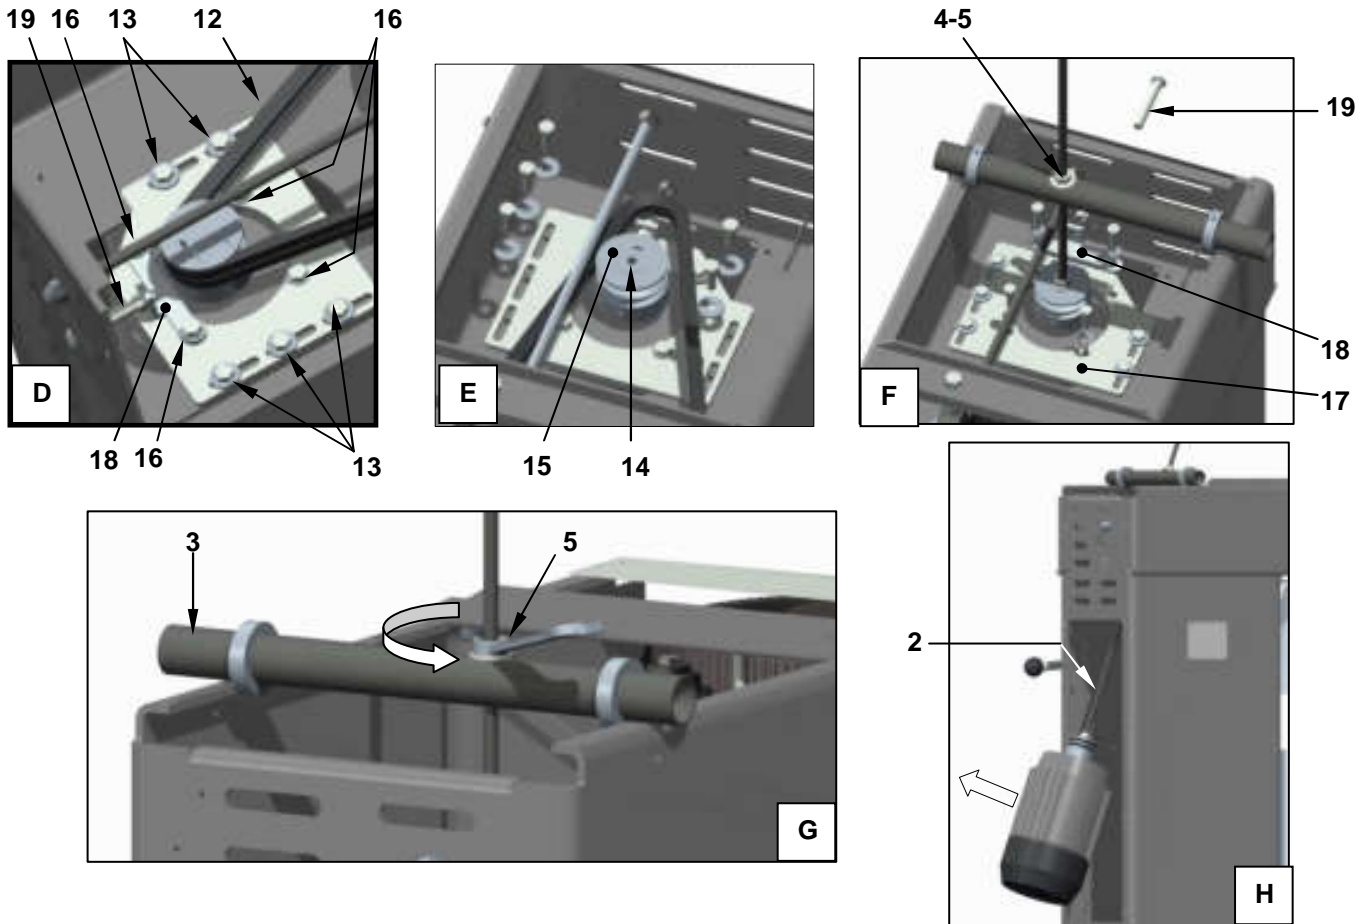

Рисунок 20 – Демонтаж/установка двигателя насадки (PL30 - PL40 - PL60)
См Рисунок 20, замена двигателя рис.1 подготовить, доступный в продаже, необходимый материал:
- d) установить диски рис.20 на трубке таким образом, чтобы их расстояние было меньше верхнего отверстия головки двигателя;
- e) изъять рифлёный кронштейн рис.2, вставить его в сквозное отверстие трубки рис.3, вставить прокладку рис.4 и зажать гайку рис.5; кронштейн должен находиться между двумя дисками рис.20; с противоположной стороны закрутить вторую гайку рис.6;
- f) закрутить рифлёный кронштейн со стороны гайки рис.6, в резьбовое отверстие рис.14 вала двигателя, накладывая вторую прокладку (такую же, как на рис.4); диски рис.20 должны оставаться во внутренней части головки двигателя;
- g) передвинуть гайку рис.6 и прокладку в ней к верхней точке шкива рис.15; приложить трубку рис.3 к тыльной стороне головки двигателя, переместить диски рис.20 и переместить их приблизительно на 2 мм от пластин, согнутых к внутренней части головки двигателя; обозначить позицию дисков на трубке; извлечь рифлёный кронштейн и заблокировать каждый диск на трубке с помощью эластичного штепселя диаметром 4 мм рис. 21 (осуществить сквозное радиальное отверстие в центре толщины каждого диска трубы на предварительно обозначенной позиции). Если диски стальные, возможно зафиксировать их на трубе с помощью пайки.
Начало Рисунок 20 - Демонтаж/установка двигателя, приводящего в движение насадки
Посмотрите Рисунок 20, для установки двигателя (после перемещения шкива) необходимо: